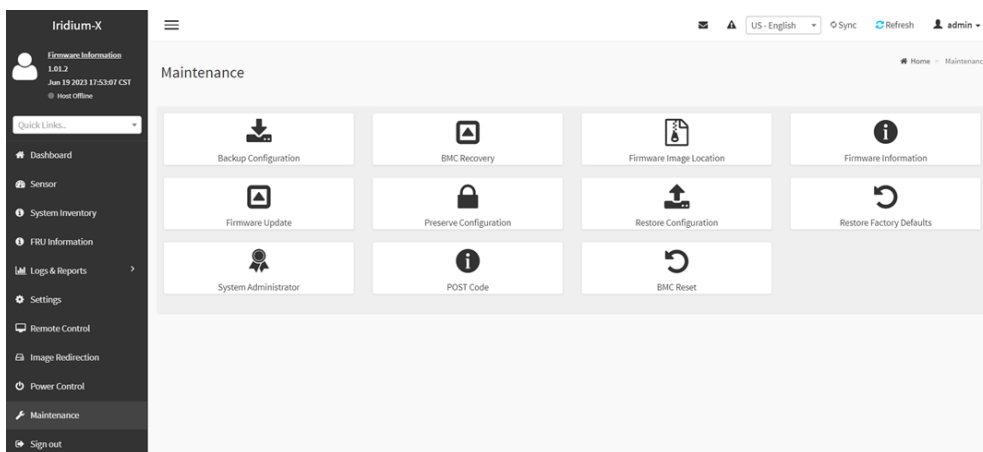

Рисунок 46 - Раздел «Maintenance»
9) Раздел «Maintenance» содержит настройки и информацию о BMC (см. Рисунок 46).